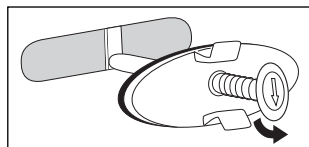

Fig. 5
- Gire el pasador de tensado unos 90° y suéltelo lentamente (fig. 5).